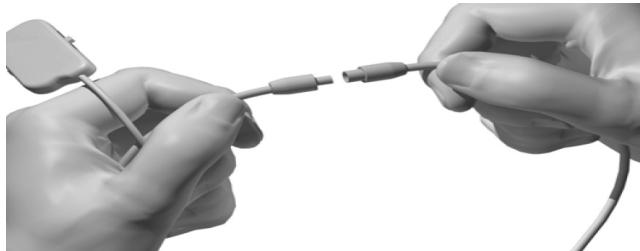

Figura 7: Cables de estimulación intraoperatoria 1 x 8 y extensión
1. Conecte la extensión al cable de estimulación intraoperatoria (Figura 7).